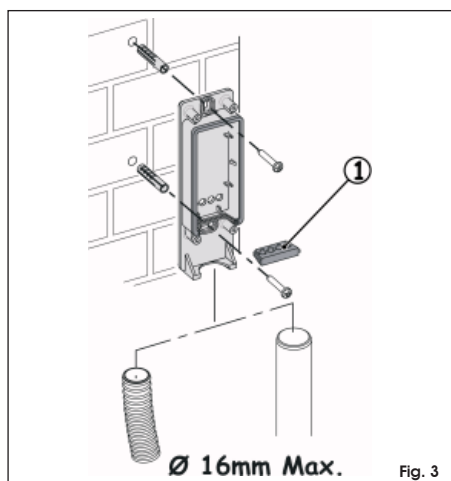

Fig. 3
2. A parete con tubo/guaina esterni (Fig. 3).